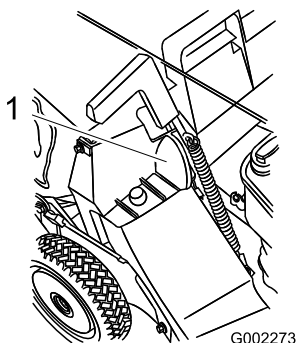

Figure 25
5. Tirez la poignée du volet d'éjection vers l'avant pour dégager l'ergot de son logement, puis repoussez la poignée vers l'arrière pour bloquer l'ergot dans l'encoche du bac (Figure 25).